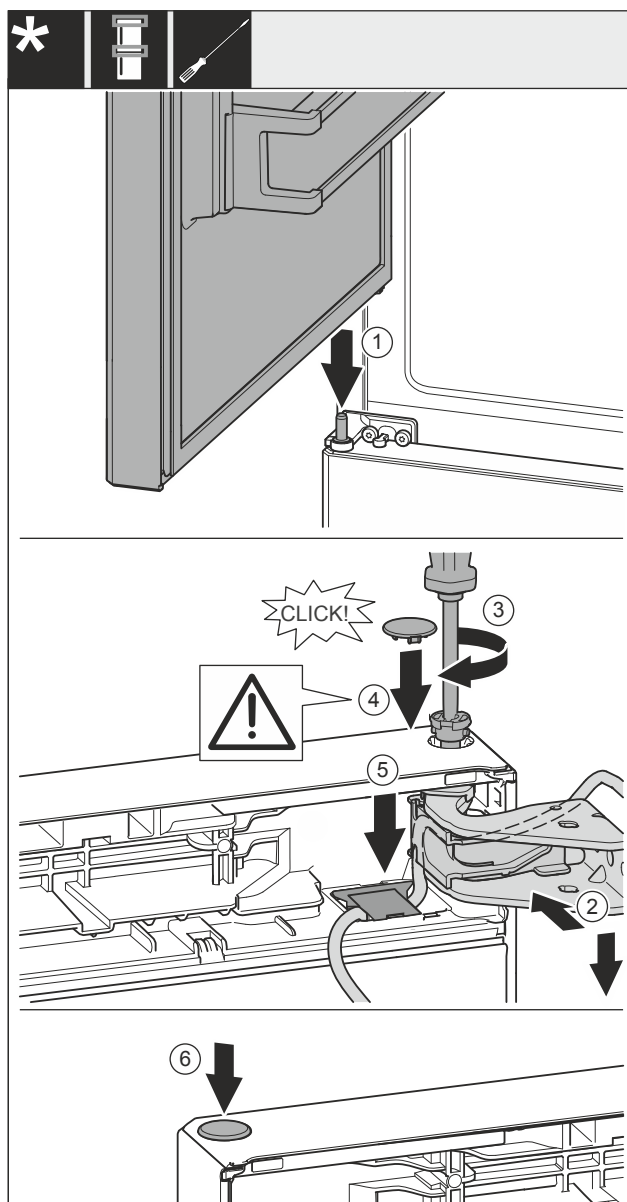

Fig. 37
- Futni derën lart mbi bulonin e rrotullimit në mes Fig. 37 (1).
- Niveloni derën lart për hapjen e saj në bazamentin mbështetës Fig. 37 (2).
- Futni bulonin Fig. 37 (3) dhe mbërthejeni me një kaçavidë.
- Vendosni kapakun mbulues Fig. 37 (4).
- Kontrolloni nëse kapaku mbulues Fig. 37 (4) qëndron mbi derë.
- Vendosni kapakun mbulues Fig. 37 (5) dhe shtyjeni për poshtë derisa të mbërthehet në vend.
- Vendosni kapakun mbulues Fig. 37 (6).